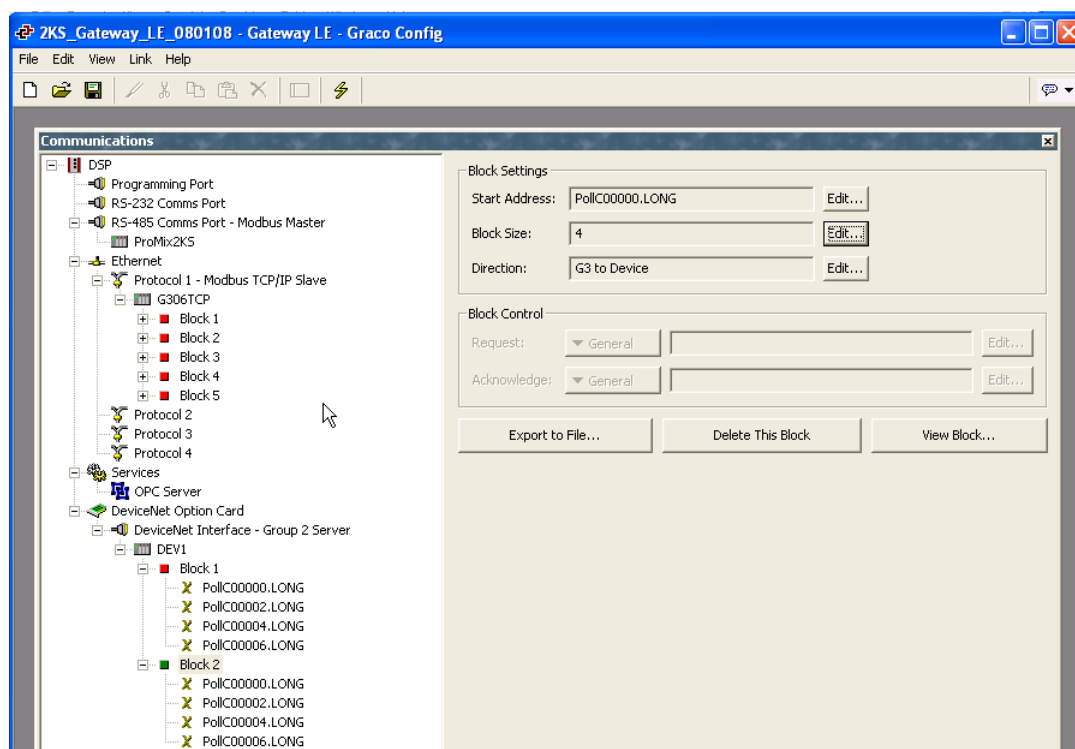

Рис. 37: Структурирование блоков DeviceNet
Выберите второй блок Gateway и настройте параметр I/O Polled Response Data («Данные ответного сообщения ввода-вывода Poll») — 00000. Задайте длину (4) и направление (Direction Gateway To Device). Данный блок будет предназначен для записи данных. На Рис. 37 представлены оба блока Gateway по окончании настройки.